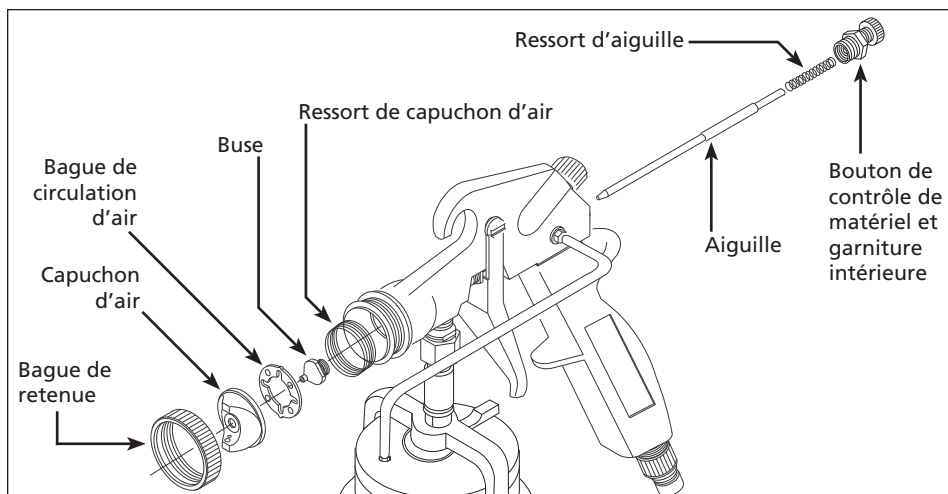

Figure 2 - Montage d'aiguille/buse
1. Enlever la bague de retenue, capuchon d'air, bague de circulation d'air, ressort de capuchon d'air, buse, bouton de contrôle de matériel, ressort d'aiguille et montage d'aiguille (Fig. 2).
manchon extérieur chargé d'un ressort et doit être tiré vers l'arrière pour être fixé et enlevé du pistolet (Fig. 2).